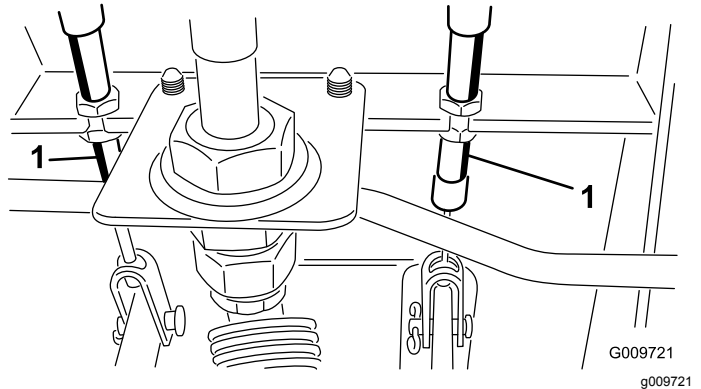

Figura 97
- A. Afloje la tuerca delantera del extremo roscado del cable de freno (Figura 97).